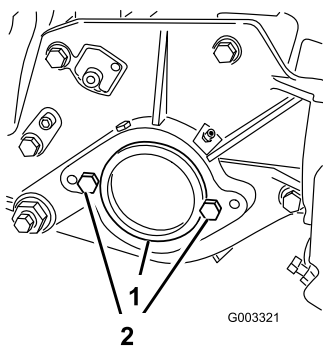

Figura 12
2. Na extremidade direita da unidade de corte, retire o tampão de plástico da caixa de rolamentos (Figura 12).
3. Retire os 2 parafusos da placa do lado direito (Figura 12).
1. Tampão de plástico 2. Parafuso (2)
5. Instale os 2 parafusos de montagem do motor do cilindro na placa do lado esquerdo da unidade de corte (Figura 12).